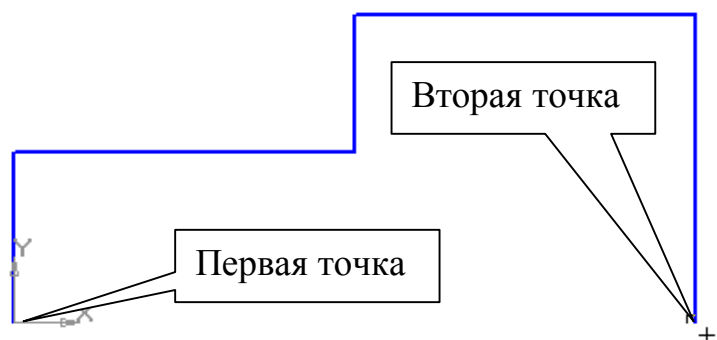

Рис. 65
- Для выполнения осевой линии активизируйте на панели **Обозначения** – **Осевая линия по двум точкам**, . Курсором укажите две точки, рис. 65. Осевая линия построена. Прервите команду .